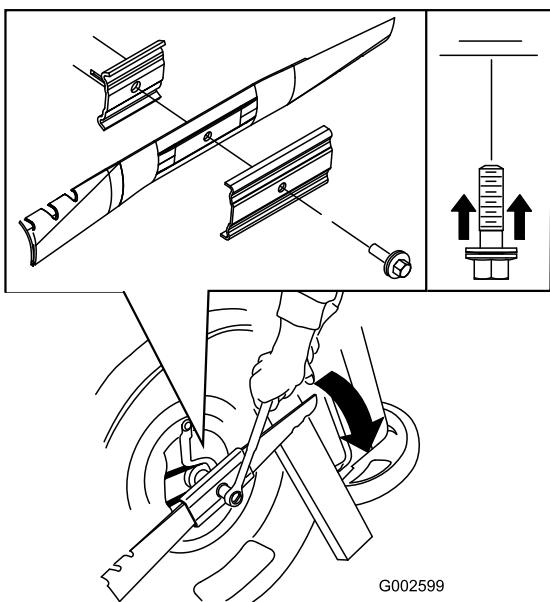

Figure 29
5. Montez une lame neuve (tournez le boulon de la lame dans le sens horaire) et toutes les fixations (Figure 29).